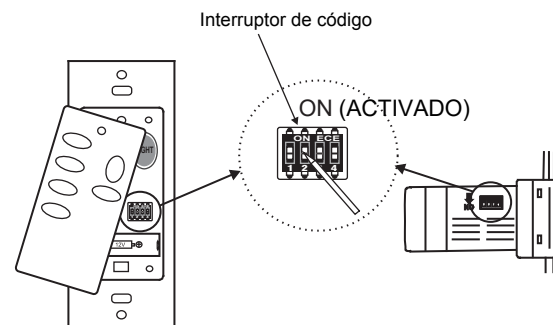

Fig. 12
**NOTA:** El sistema de control CoolTouch™ está equipado con 16 posibles combinaciones de frecuencias para evitar la interferencia desde o con otras unidades de control remoto. Los interruptores de frecuencia del receptor y el transmisor vienen configurados de fábrica. Vuelva a verificar para comprobar que los interruptores del receptor y el transmisor estén en la misma posición; cualquier combinación de configuraciones hará funcionar el ventilador siempre que el transmisor y el receptor estén en la misma posición. **(Fig. 12)**